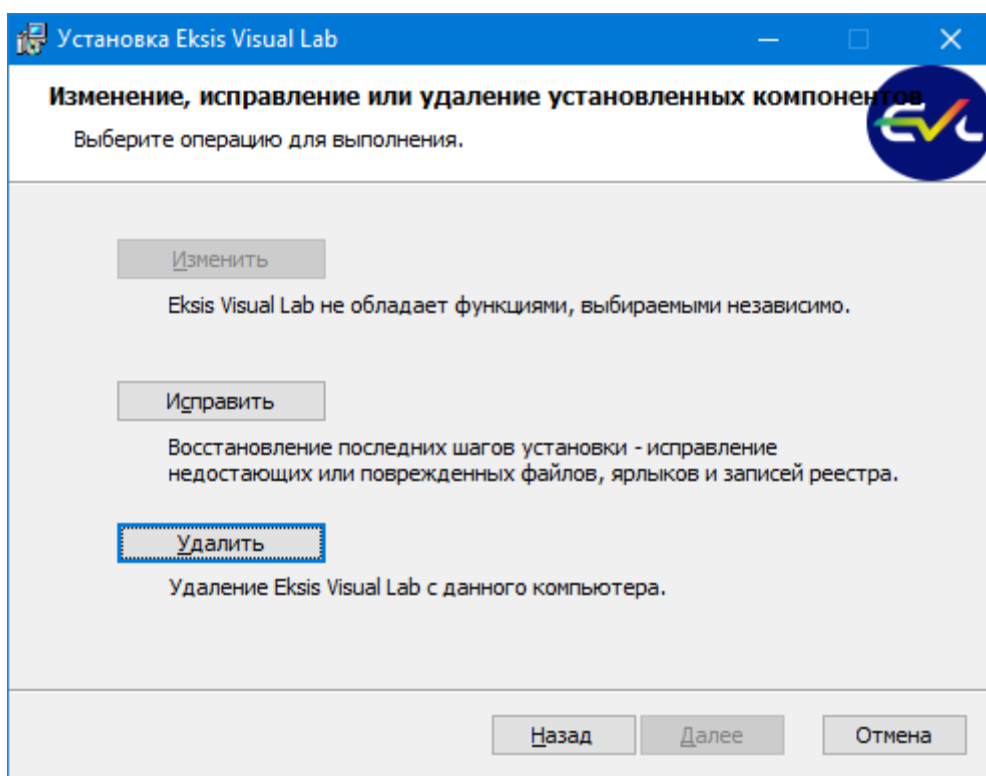

Рис. 2.9. Выбор действия удаления программы
2. Выбор действия удаления программы (рис. 2.9).